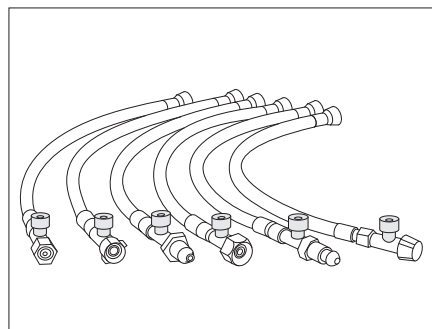

Fig. 93 Mangueras de alta presión con dispositivo de seguridad en caso de rotura de manguera (variantes país específicas)
- Presionar con fuerza el botón verde en la manguera de alta presión (Fig. 93).